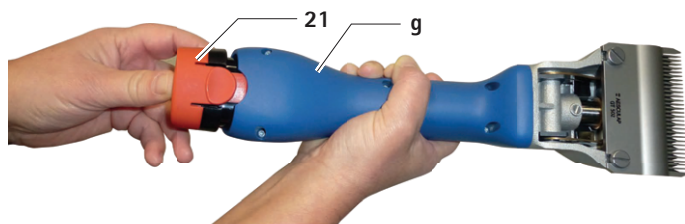

Fig. 2
- Dra ut det uppladdningsbara litiumjon-batteriet **21**, ladda det och/eller sätt in ett annat fulladdat litiumjon-batteri GT641 (31NR19/66-1) in i den batteridrivna klippmaskinen **g**, se Fig. 2.